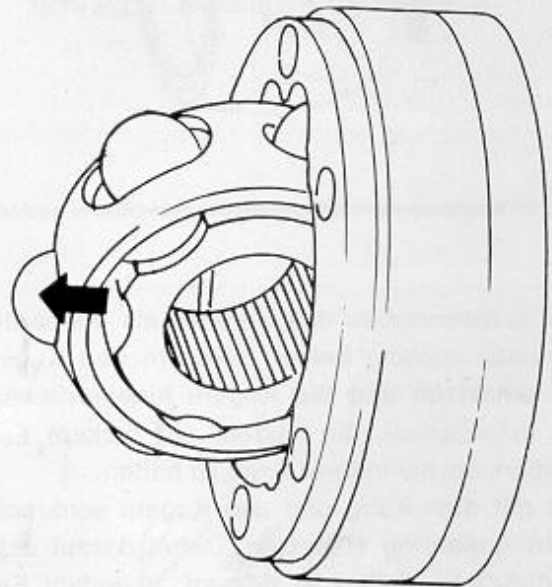

Bild 93
- Kugelnabe und Kugelhäufung aus dem Außenring entfernen. Dazu die Nuten im Kugelhäufung und Außenring in eine Flucht bringen und die Kugelnabe aus dem Häufung in Pfeilrichtung in Bild 93 herausdrücken.